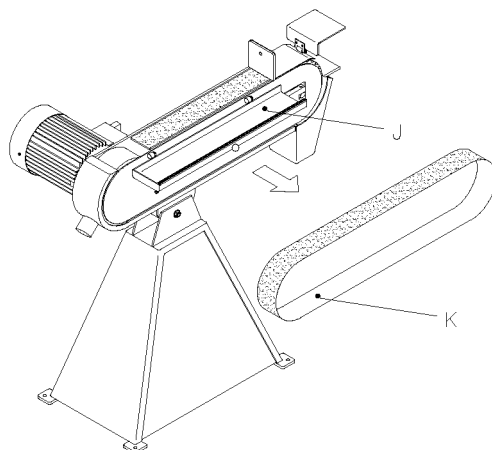

Рис.: 2.1
Чтобы заменить ленту, поверните рукоятку (I) против часовой стрелки (см. рис.: 2.1), откройте крышку (J) и снимите изношенную ленту (K) с ведущего шкива путем её перемещения в направлении, которое противоположно направлению вращения ленты. Установите новую ленту. Проверьте, чтобы направление стрелок на внутренней стороне ленты совпадало с направлением вращения. Рукоятку (I) необходимо вращать по часовой стрелке до тех пор, пока не будет достигнуто натяжение шлифовальной ленты. Проверьте выравнивание путем вращения шлифовальной ленты и при необходимости отрегулируйте его с помощью рукоятки (D).